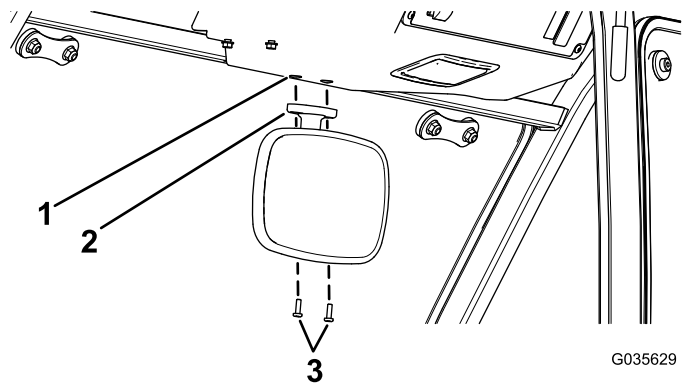
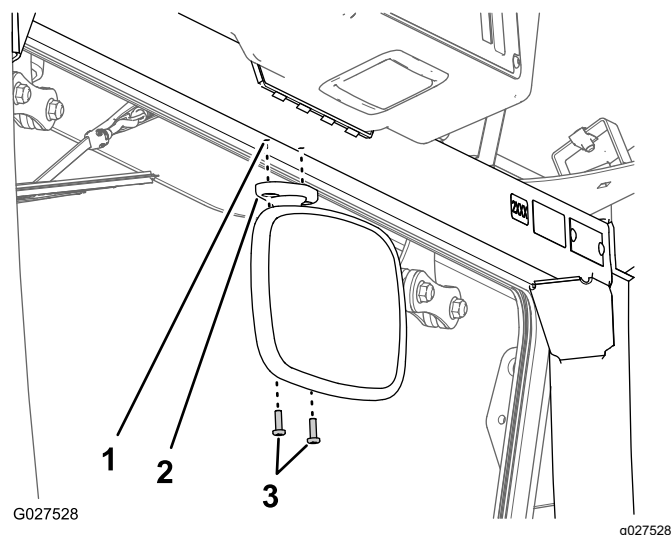

図 3
図 4
2. キャブの上フレームの穴にミラーのマウントの穴を合わせる 図 3 または 図 4。
3. 図 3 または 図 4 に示すように、キャブのフレームにミラーを取り付けるプラスねじ #10 x 5/8" 2本を使用する。